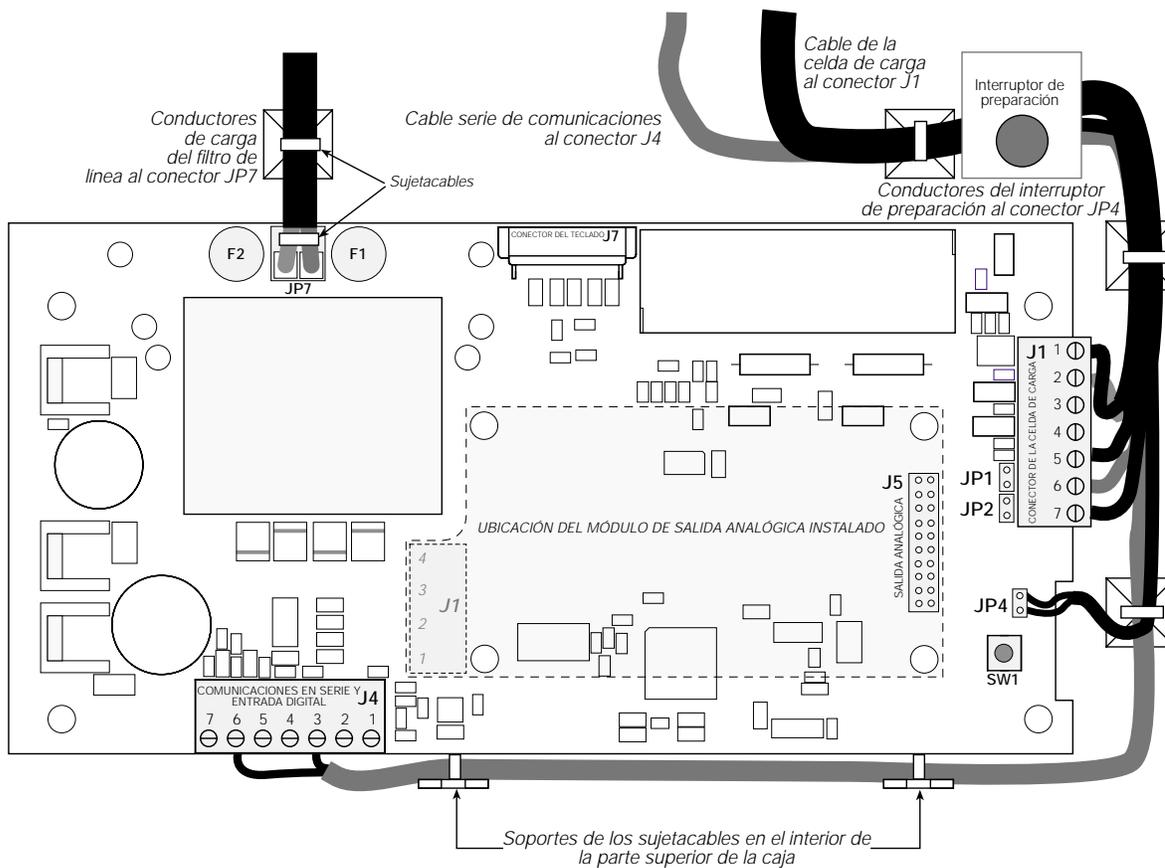
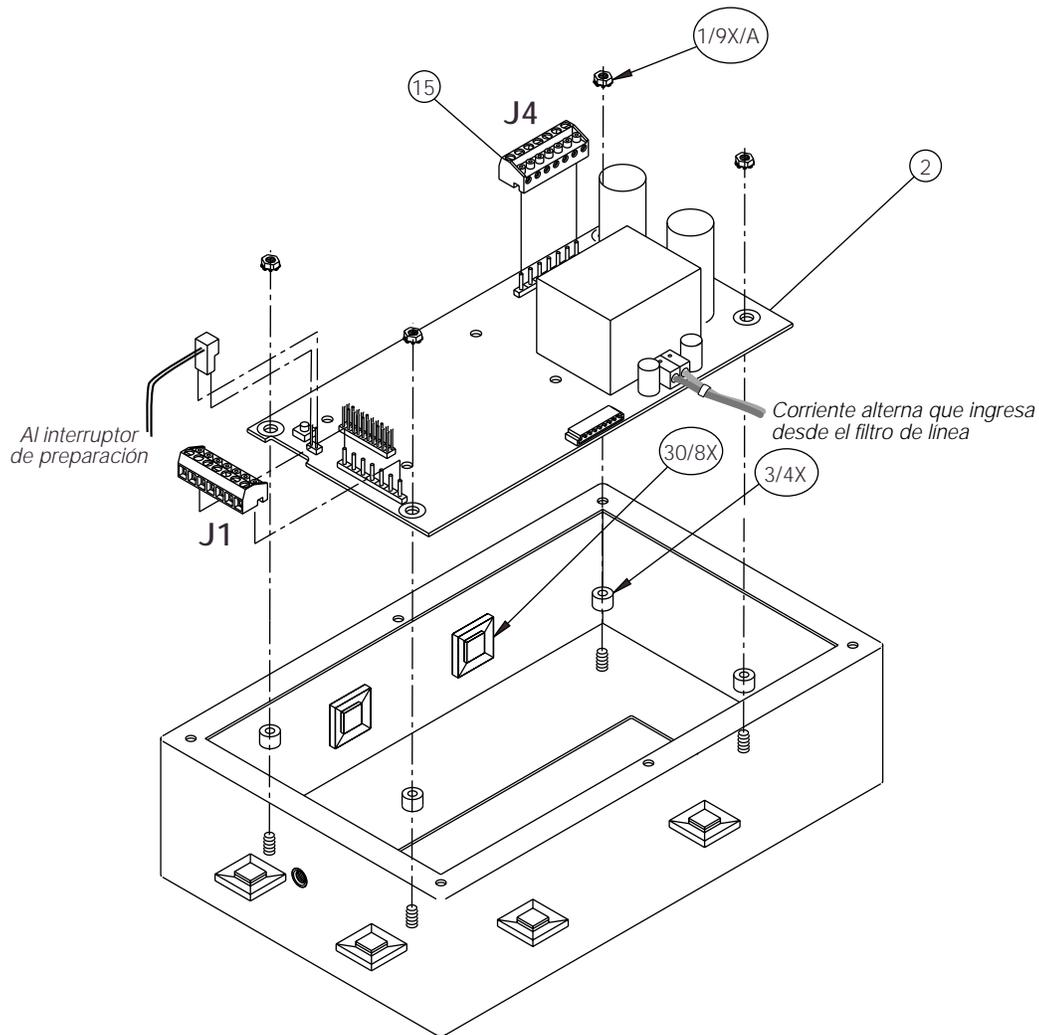

Figura 2-2. CPU y placa de suministro de energía del IQ plus 350, mostrando los cables y los sujetacables instalados
Figura 2-6. Caja y placa de la CPU del IQ plus 350
Tender el cable de celda de carga desde la celda de carga o la caja de conexiones al conector J1 como se muestra en la Tabla 2-1. Si se utiliza un cable de celda de carga deseis hilos (con conductores sensores), quitar los puentes JP1 y JP2 antes de instalar el conector J1 nuevamente (ver Figura 2-2). Para una instalación de cuatro hilos, dejar los puentes JP1 y JP2 en su lugar.
Cuando se finalizan las conexiones, instalar nuevamente el conector J1 en la placa y utilizar dos sujetacables para asegurar el cable de celda de carga al interior de la caja como se muestra en la Figura 2-2.
Una vez unidos los cables, conectar nuevamente el J4 al cabezal de la placa (ver Figura 2-6 en la página 10). Utilizar sujetacables para asegurar los cables serie y de entrada digital al interior de la caja como se muestra en la Figura 2-2 en la página 5.
2. Desenchufar los conectores J1 (cable de celda de carga), J4 (comunicaciones en serie y entradas digitales), J7 (cable cinta del teclado) y JP4 (interruptor de preparación). Si se instala una placa de salida analógica, desconectar el cable de salida analógica. Para conocer las ubicaciones de los conectores, ver la Figura 2-2 en la página 5.
4. Cortar el sujetacable que sujeta los cables de carga del filtro de línea a la caja (ver Figura 2-2 en la página 5).
Para reemplazar la placa de la CPU, realizar el procedimiento anterior en sentido inverso. Asegurarse de instalar nuevamente los sujetacables para asegurar todos los cables en el interior de la caja del indicador (ver Figura 2-2 en la página 5).